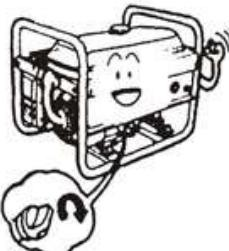

Рис. 11
3.1.3 Якщо рівень масла нижче нижньої граничної позначки щупу, долийте масла до рівня верхньої позначки щупу (Рис.11).